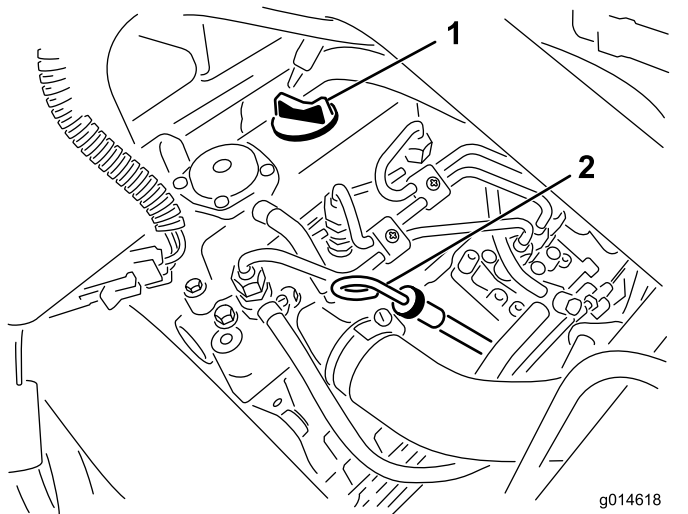

Bild 23
2. Nehmen Sie den Peilstab heraus und wischen Sie ihn mit einem sauberen Lappen ab (Bild 23).